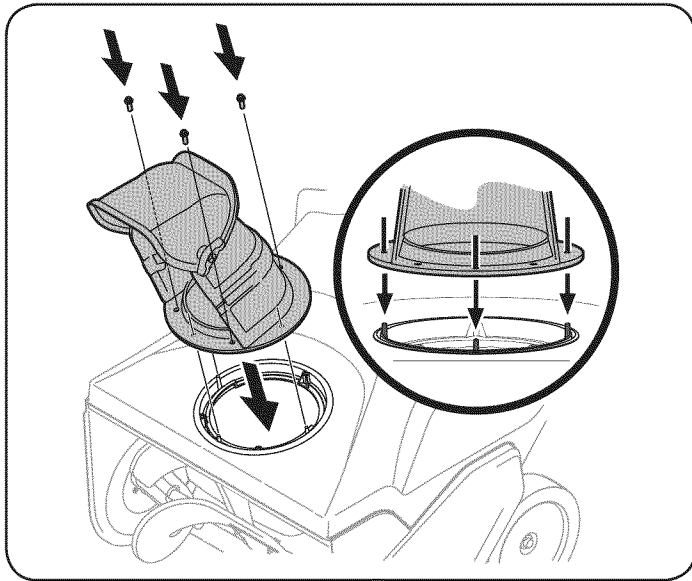

Figura 5
8. Alinee los orificios de la base del canal con los orificios del canal inferior y sujételo con los tornillos de cabeza hexagonal que extrajo anteriormente. Vea la Figura 5.